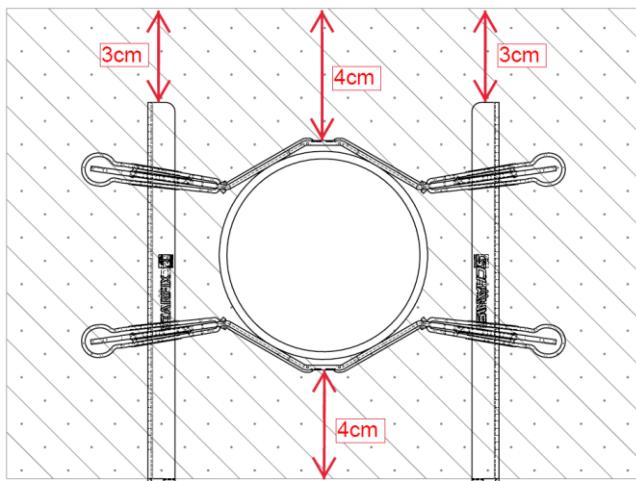

Abbildung 1
- 2.1 Damit die Mindestschallwerte erreicht werden, müssen die Rohrleitungen zur Decke und zum Boden einen Mindestabstand von 4 cm haben (siehe Abbildung 1).
- 2.7 Die Fusslängen müssen so gewählt werden, dass die Enden der Füsse mindestens einen Abstand von 3 cm zur Betonoberfläche haben (siehe Abbildung 1).